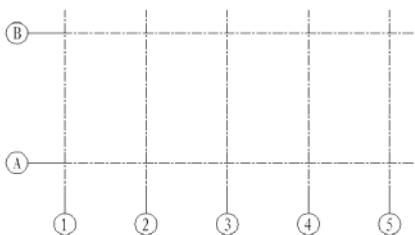
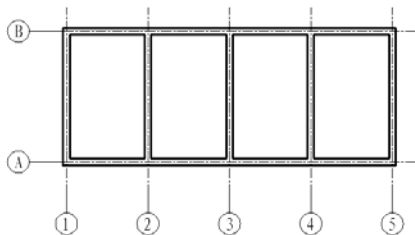

图 17.9.5 标注轴线注记符号的轴线网络
图 17.9.6 绘制墙体轮廓
③ 用 **绘图(D)** → **块(K)** → **定义属性(O)...** 命令，在 **标记(T)**：文本框中输入属性的标记为 1，在 **默认(D)**：文本框中输入属性的值为 1；用 **绘图(D)** → **块(K)** → **创建(M)...** 命令创建带属性的块，将块的名称①：设置为“注记符号 1”。
④ 用 **插入(I)** → **块(B)...** 命令将轴线注记符号设置到相关轴线端部，纵向为 1、2、3、4、5，横向为 A、B，完成后的结果如图 17.9.5 所示。
(1) 设置多线样式。将图层切换至“墙体”图层，选择下拉菜单 **格式(O)** → **多线样式(M)...** 命令，在“多线样式”对话框中单击 **新建(N)...** 按钮，在 **新样式名(N)** 文本框中输入“240 墙”，将多线元素的偏移量为 1.2 和 -1.2，并将其设置为当前多线样式。
(2) 选择下拉菜单 **绘图(D)** → **多线(M)** 命令，在系统指定起点或 [对正(J)/比例(S)/样式(ST)]: 的提示下输入字母 J 按 Enter 键，选择对正类型为 **无(Z)** 选项，输入字母 S 并按 Enter 键，在 **输入多线比例 <20.00>**: 的提示下输入数值 1.0 并按 Enter 键，将多线比例设置为 1.0，用交点捕捉的方法，开始沿轴线绘制多线。选择下拉菜单 **修改(M)** → **对象(O)** → **多线(M)...** 命令，在系统弹出的“多线编辑工具”对话框中，选择适当的多线相交编辑方式对墙角进行修整，完成后的图形如图 17.9.6 所示。